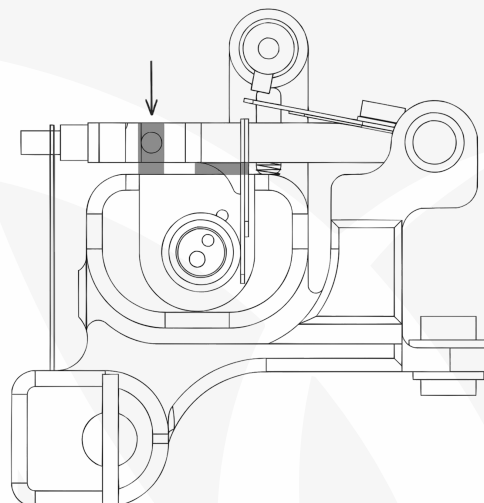

Fig 7: Activation de la vis d'impact
- **Instruction :** Si vous souhaitez actionner à nouveau la **vis d'impact**, le **caoutchouc** entre le **châssis** et la **barre d'armature** permet à la barre d'armature d'être correctement alignée et parallèle au **châssis**. Posez simplement la barre **d'armature**(1) vers le bas et vissez la **vis d'impact**(2) jusqu'à ce qu'elle touche le **châssis**(17). Cette **innovation** rend le processus de réglage beaucoup plus **facile** et plus **précis**. (Fig. 7)